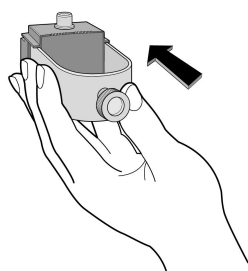
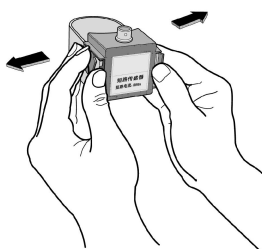

图1
图2
**二合一传感器的安装：**二合一传感器必须安装在电缆的单相分支上，可直接安装在被测临近电缆头的电缆上，并进行紧固，防止滑动而造成脱落。安装(参见图1)，拆卸(参见图2)。